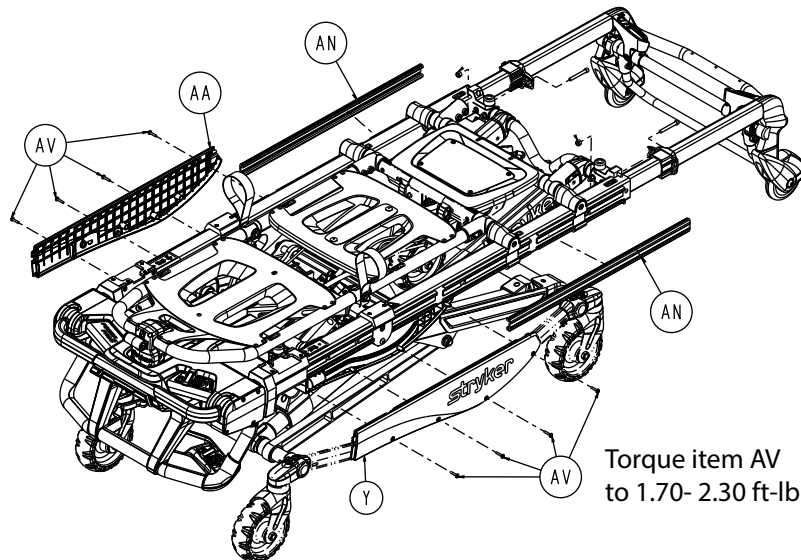

Figure 116 – Retirer le couvercle du bloc coulissant
7. À l'aide d'une clé Torx T20, retirer les quatre vis de taraudage à tête ronde à embase (AV) du couvercle du bloc coulissant gauche du patient (Y) (Figure 116). Conserver les vis et le couvercle.